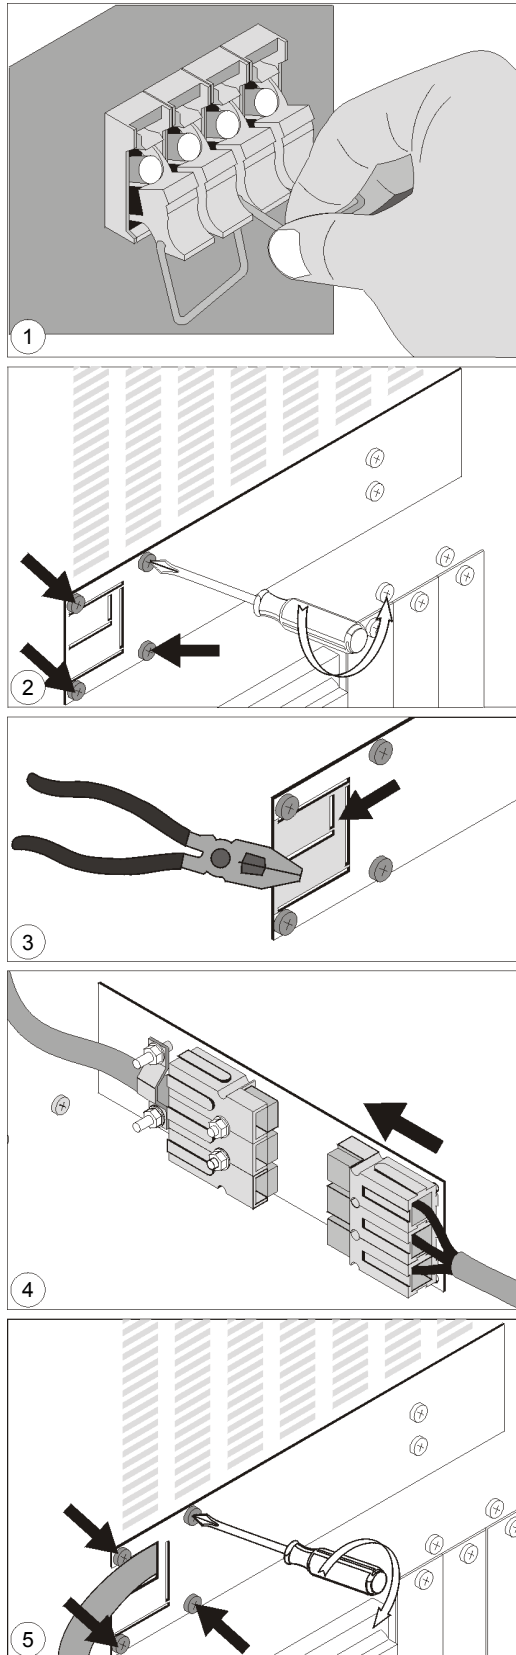

Рис. 7. LP 5/6-31T: Установка дополнительных батарейных блоков.
3. Отломайте часть крышки: большую часть (показана серым цветом на рис.7), если блок доп. батарей снабжен фиксатором (19 на рис.13а), в противном случае – меньшую часть. При наличии фиксатора, закрепите его на крышке.
4. Подсоедините разъем батарейного блока (15а) к розетке на ИБП (15). При правильном соединении, Вы услышите щелчок.
5. Пропустите кабель постоянного тока через отверстие в левой стороне крышки (15) и установите крышку на место. Заверните 4 болта.
7. Вставьте 2 предохранителя (7 Ач) или 4 предохранителя (14 Ач) в каждый батарейный блок и закройте держатели (18).